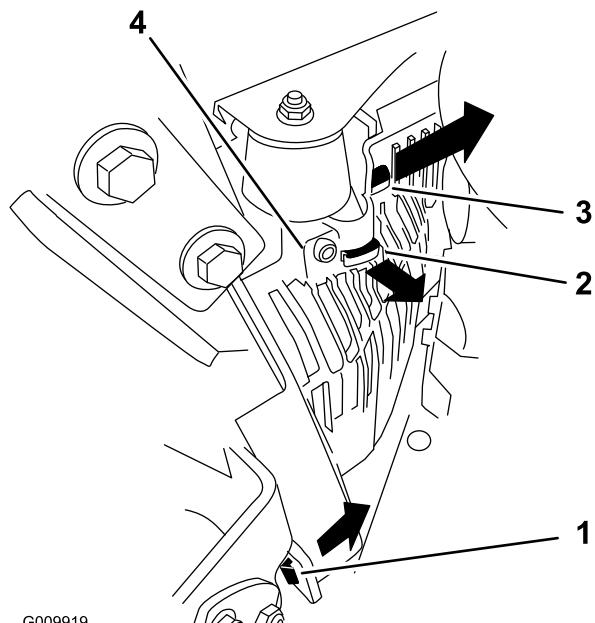

Figure 52
3. Déposez le capot de l'unité hydraulique gauche dans l'ordre indiqué à la Figure 52.
- Montez le capot de l'unité hydraulique gauche (Figure 52).